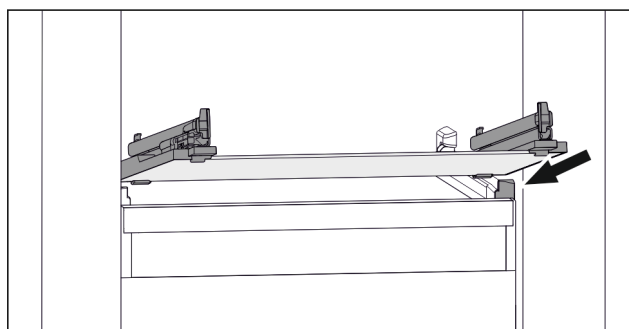

Fig. 109 Exempel på glashylla
- Sätt på glashylla i vinkel bakom stoppklackarna. (se Fig. 109)